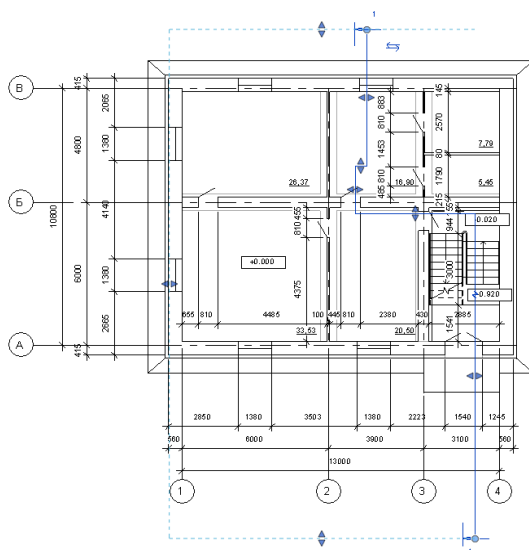

Рис.123
6. На панели **Свойства** выбрать вкладку **Разрез Имя вида** и создать разрез (рис.123).